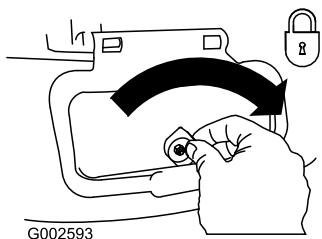

Figure 33
**Important:** Verrouillez le volet d'éjection latérale après l'avoir fermé (Figure 33).